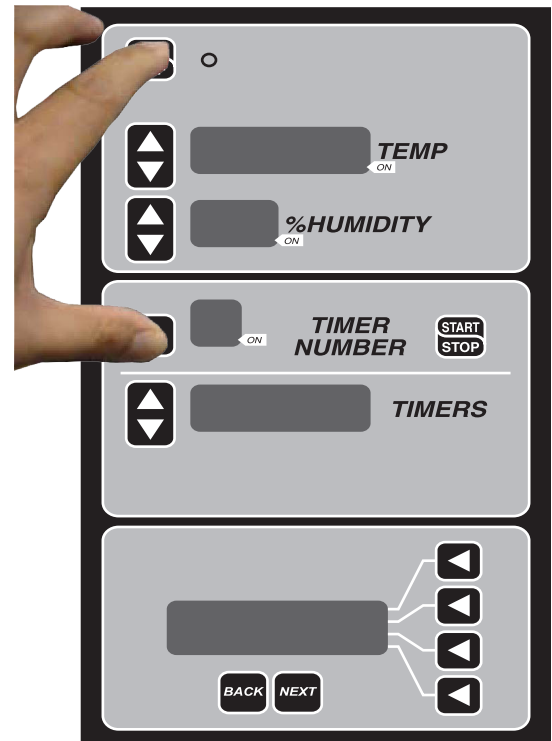

Fig. 20
- Press ON/OFF button. (Fig. 20).